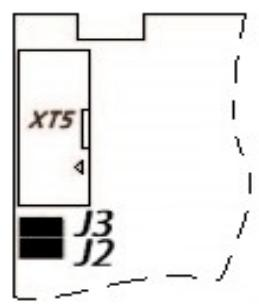

Рисунок 5.2. Установленные на плате перемычки J3-режим работы по интерфейсу RS-485 и J2-режим добавления УВС в объектовую сеть по интерфейсу RS-485
В режиме конфигурации сети, назначение адресов происходит при последовательном подключении по одному УВС. Для назначения адреса, УВС должен быть переведен в режим конфигурации путём установки перемычки J2 (рисунок 5.2).
- 1) Установите на клавиатуре УВС перемычку J2. См. Рисунок 5.2.